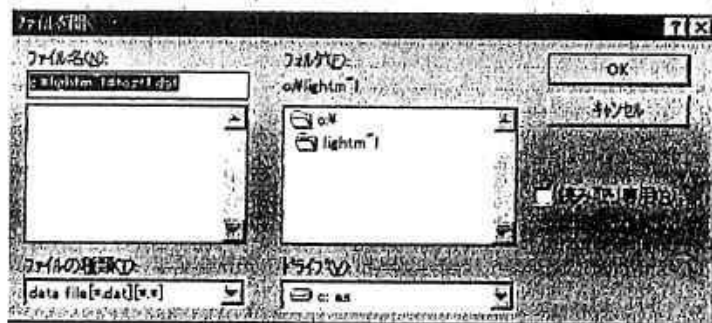

図17
- ① 通常、メインメニューの「SAVE AS」をクリックして呼び出したいファイル名を指定します。「FILE NAME」の欄にファイル名が書き込まれます。
- ② 「OPEN FILE」ボタンをクリックします。「ファイルを開く」ダイアログボックス（図17）が表示されます。
- ③ 「OK」ボタンをクリックして下さい。指定されたファイルが開かれます。